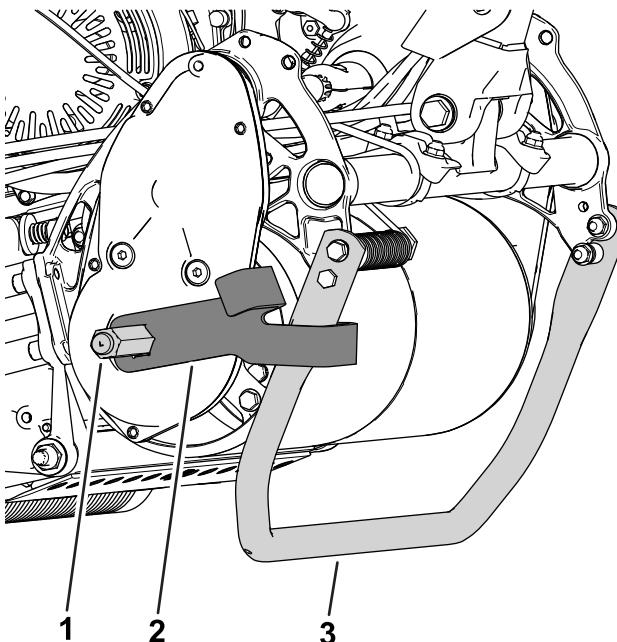

Рисунок 10
- Барабан установлен в высокое положение:** наденьте кронштейн на вал так, чтобы более длинный крюк был обращен в сторону машины (как показано на Рисунок 10).